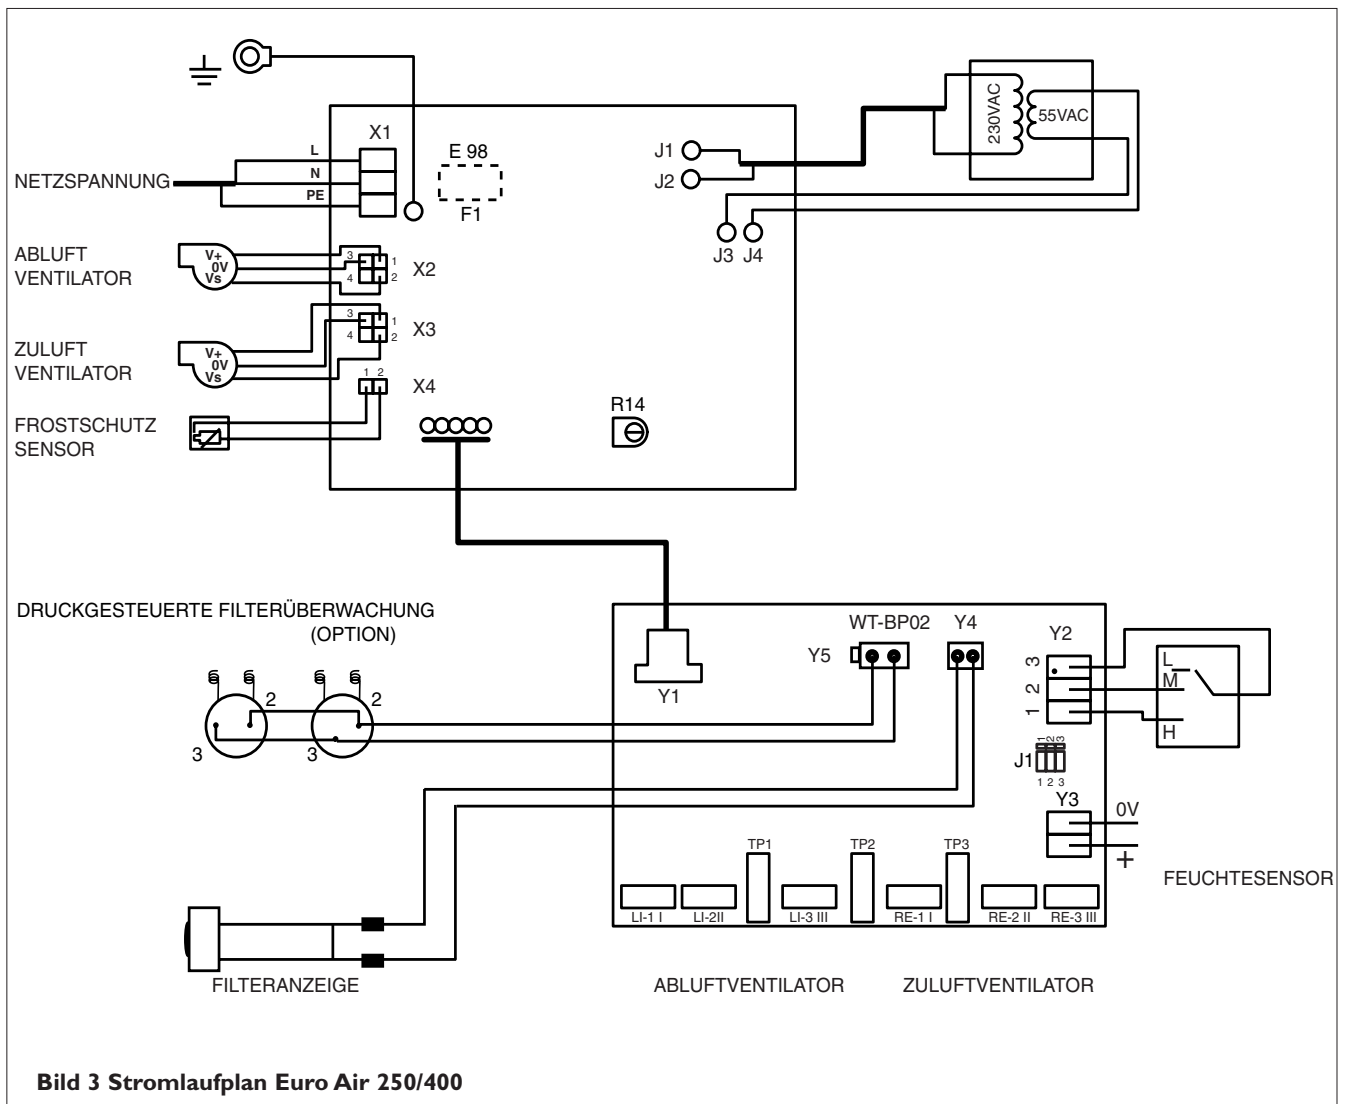

Bild 3 Stromlaufplan Euro Air 250/400
- An der Oberkante des Gerätes ist die Steuerplatine angebracht, an der die Fernbedienung (3 - Stufenschalter) angeschlossen werden kann, siehe Bild 3.